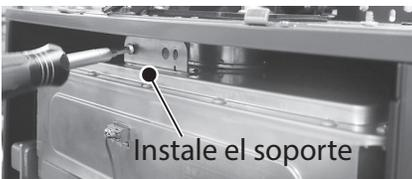

Figura 155 - Soporte de instalación del HEX y tornillos
- 47** Ubique el soporte de instalación del intercambiador de calor y los dos tornillos en la parte superior del gabinete del calentador de agua, como se muestra en la Figura 155.